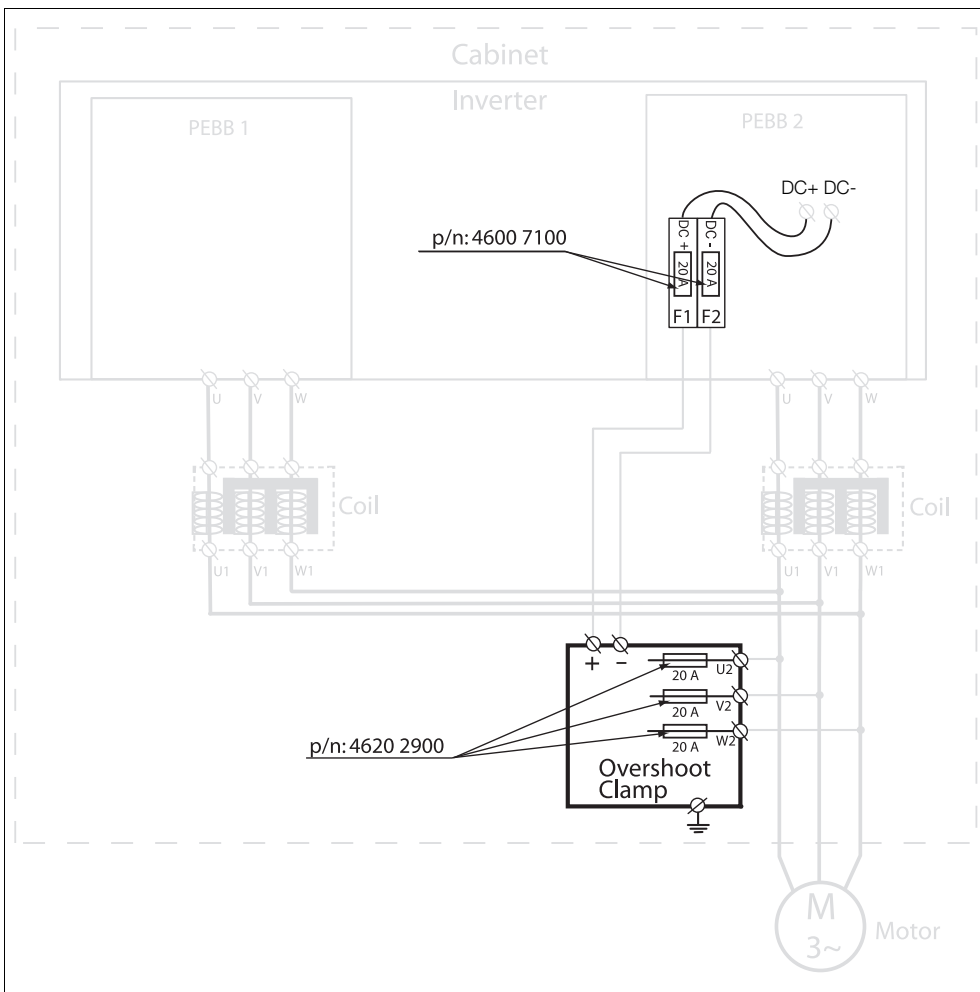

Fig. 3 Cable connection (principal drawing) with part number for spare fuses.
- Connect cables between the DC fuse holder and the DC+/DC- terminals see Fig. 3 on page 4. We advise using flame-retarding cables, min. 4 mm2 with braided sleeving.
- Connect cables between F1 and F2 terminals on the fuse holder to + and - terminals on the Overshoot clamp unit as shown in the diagram in Fig. 3 on page 4. We advise using flame-retarding cables, min. 4 mm2 with braided sleeving.
- Connect the overshoot clamp to the motor cables as shown in the diagram in Fig. 3 on page 4, (Example with 2 PEBBs). The degree of protection is IP20.
Part numbers for replacement fuses (See also Fig. 3 on page 4):
- Anslut kablarna mellan DC-säkringshållaren och plintarna för DC+/DC-, se Fig. 3 på sidan 4. Vi rekommenderar att flambeständiga kablar, min. 4 mm2 med flätat hölje används.
- Anslut kablar mellan F1- och F2-plintarna på säkringshållaren till plintarna för + and - på spänningsbegränsarenheten så som visas i diagrammet i fig. 3 på sidan 4. Vi rekommenderar att flambeständiga kablar, min. 4 mm2 med flätat hölje används.
- Anslut spänningsbegränsaren till motorkablarna så som visas i diagrammet i Fig. 3 på sidan 4, (exempel med with 2 PEBB:ar). Kapslingsklassen är IP20. Vi rekommenderar att flambeständiga kablar, min. 4 mm2 med flätat hölje används.
Artikelnummer för utbytessäkringar (se även Fig. 3 på sidan 4):
- Schließen Sie die Kabel zwischen dem DC-Sicherungsträger und den „DC+/DC“-Klemmen an, siehe Fig. 3 auf Seite 4. Die Verwendung flammhemmender Kabel wird empfohlen, min. 4 mm2 mit Geflechtschlauch.
- Verbinden Sie die Kabel zwischen den F1- und F2-Klemmen mit dem Sicherungshalter an den Klemmen + und - der Overshoot Clamp-Einheit, wie im Diagramm in Fig. 3 auf Seite 4 abgebildet. Die Verwendung flammhemmender Kabel wird empfohlen, min. 4 mm2 mit Geflechtschlauch.
- Verbinden Sie die Overshoot Clamp mit den Motorkabeln, wie im Diagramm in Fig. 3 auf Seite 4 abgebildet, (Beispiel mit 2 PEBBs). Die Schutzart ist IP20.
Teilenummern für Ersatzsicherungen (siehe auch Fig. 3 auf Seite 4):